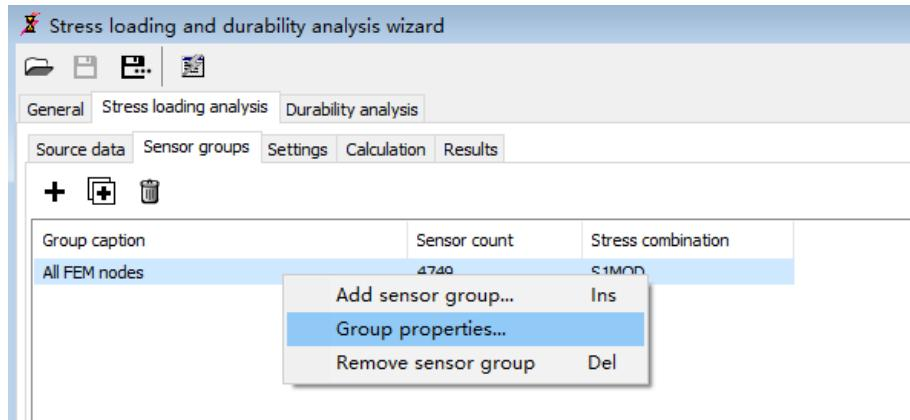

图 2.19
1. 定位到 Stress loading analysis | Sensor groups 页面，缺省选取了所有的有限元节点，如图 2.19 所示。